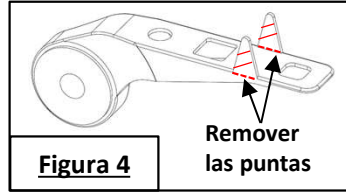

Figura 4
- Modifique los colgadores de escape** - Utilizando una herramienta de corte, retire las dos puntas de cada soporte de colgador de escape, **Ver figura 4.**